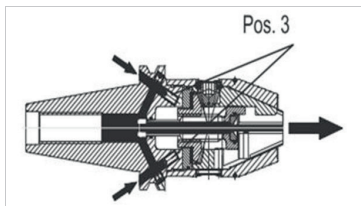

Abb. 13: Gewindestifte öffnen
1. Drehen Sie an der Bohrung „B“ die zwei Gewindestifte mit Hilfe des Innensechskantschlüssels mit Quergriff **SW 2,5** im Uhrzeigersinn, bis die Gewindestifte an Pos. 3 anliegen (siehe *Abb. 13: Gewindestifte öffnen Kühlmittelversorgung*, Pos. 3).